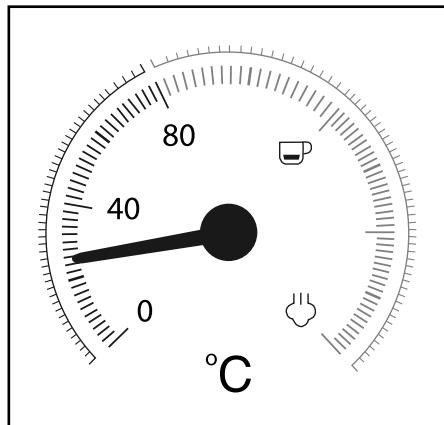

Figura 1
La visualizzazione della temperatura ② indica a quale temperatura si è riscaldato l'apparecchio (Figura 1).